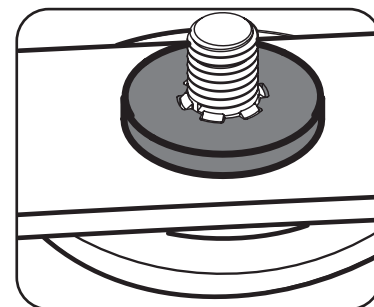

Figura 4
2. Con cuidado coloque la arandela plana en el eje del husillo. Asegúrese de que las ranuras en la base de las roscas del eje de husillo se alineen con las ranuras de la arandela. Consulte la Figura 4.